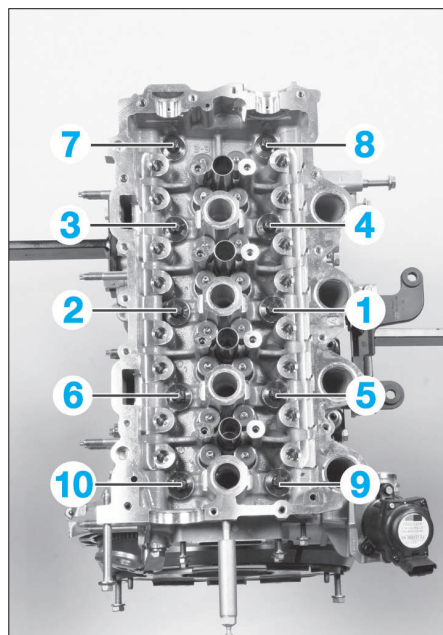

FIG. 78
- Serrer les vis de culasse, en respectant l'ordre (Fig.78), à 2 daN.m puis 4 daN.m et enfin + 260°.